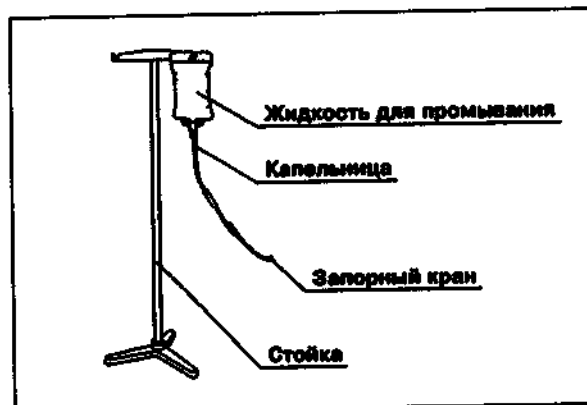

Рис. 3.4
2. Подготовьте для использования и проверьте систему для растяжения полого органа (см. рис. 3.4).